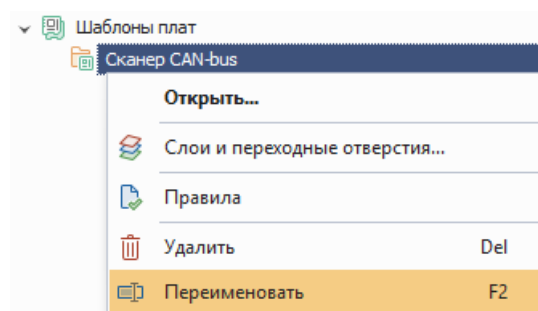

Рис. 135 Переименование шаблона платы
2. Вызовите контекстное меню и выберите пункт «Переименовать», Рис. 135. Для данного действия также задана горячая клавиша F2.